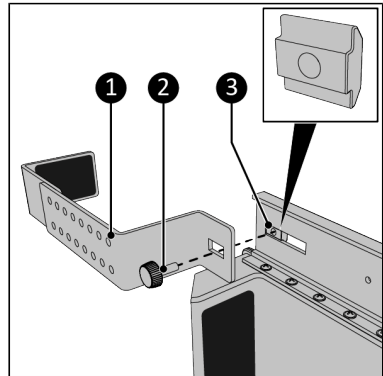

Abbildung 114.
7. Schrauben Sie die Halterung (Abbildung 114, Pos. 3) mit der Knopfschraube (Abbildung 114, Pos. 2) an der Hauptschiene in der vorderen Position fest. Stellen Sie sicher, dass Sie die Knopfschraube mit der Gleitmutter verbinden (Abbildung 114, Pos. 1).